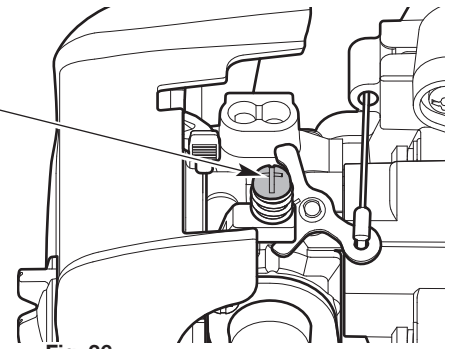

Fig. 36
- Si el motor se para, aumente la velocidad de ralentí. Use un destornillador Phillips pequeño para girar el tornillo de velocidad de ralentí en el sentido de las agujas del reloj, 1/8 de giro cada vez hasta que el motor funciona al ralentí de manera uniforme (Fig. 36).
- Si el cabezal/la cuchilla de corte gira cuando el motor funciona al ralentí, reduzca la velocidad de ralentí. Gire el tornillo de velocidad de ralentí en el sentido contrario de las agujas del reloj, 1/8 de giro cada vez, hasta que se detenga el cabezal/la cuchilla de corte (Fig. 36).